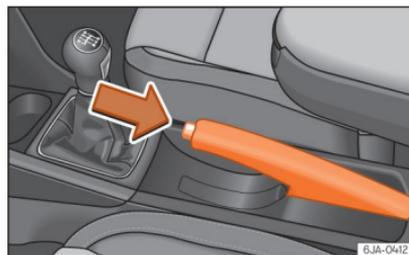

Abb. 214 Mittelkonsole: Handbremse
- Ziehen Sie den Handbremshebel etwas hoch und drücken Sie **gleichzeitig** den Sperrknopf »» Abb. 214.